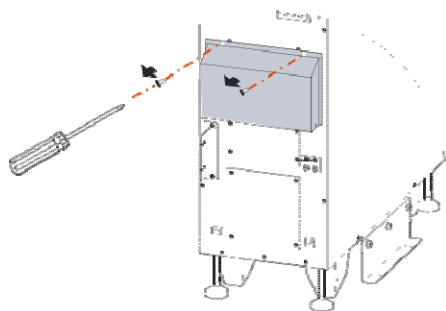

Рис. 3-17 Открутите винты кабельной крышки
Step 1 Открутите винты крышки кабельного отсека (как показано на Рис. 3-17), снимите крышку. Затем отвинтите крышку отсека для переключки установки режима (как показано на Рис. 3-18), и снимите крышку.